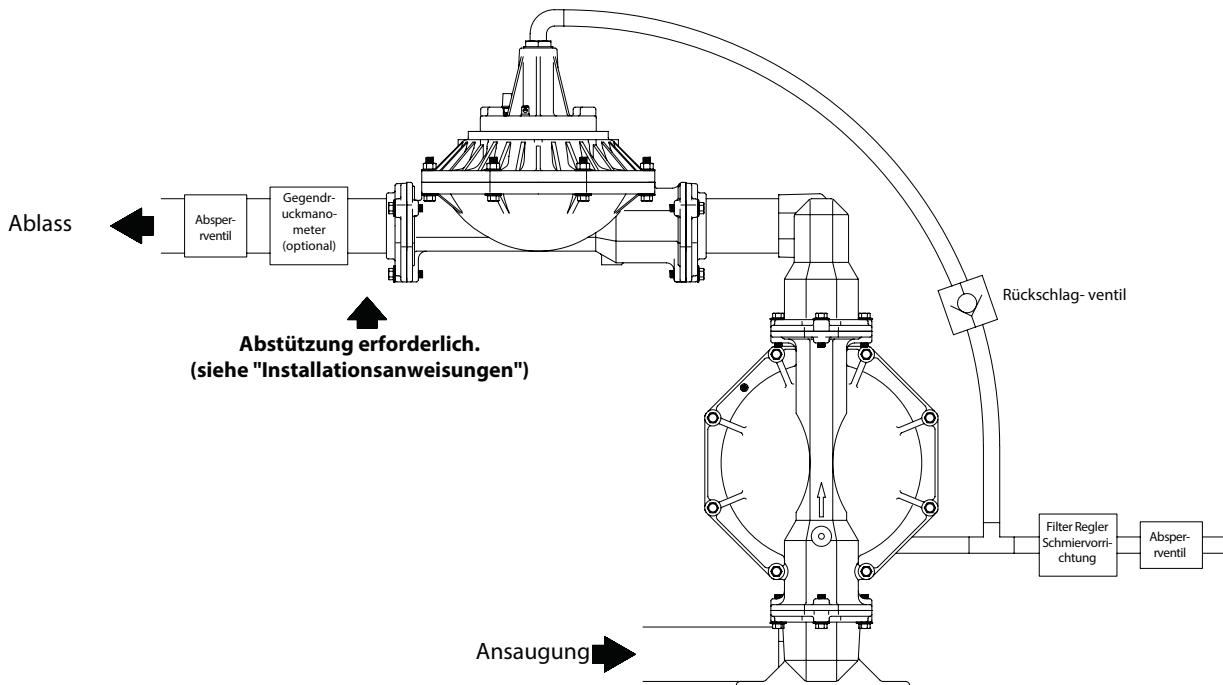

Abbildung 2
- Positionieren Sie den Pulsationsdämpfer des Shock Blocker so nahe wie möglich am Auslass der Pumpe (wie in Abbildung 2 dargestellt).